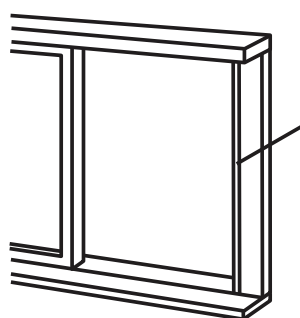

Fig.12
1. Coupez le joint en mousse (type adhésif) à la longueur appropriée puis collez-le sur le cadre de la fenêtre. Voir Fig. 12